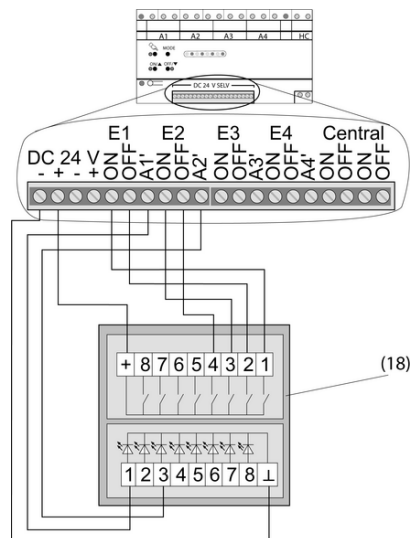
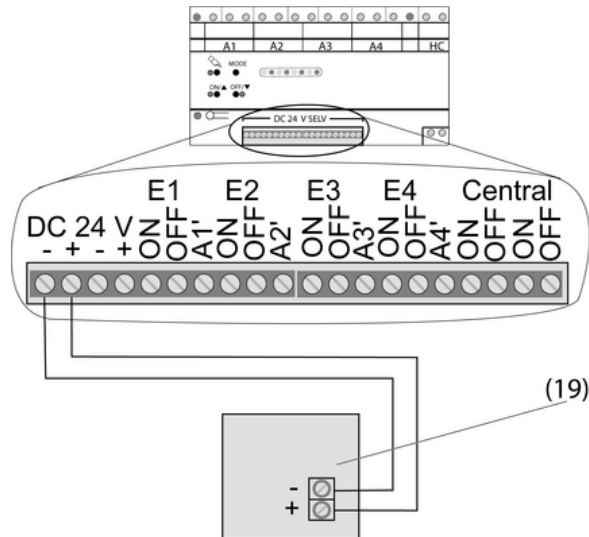
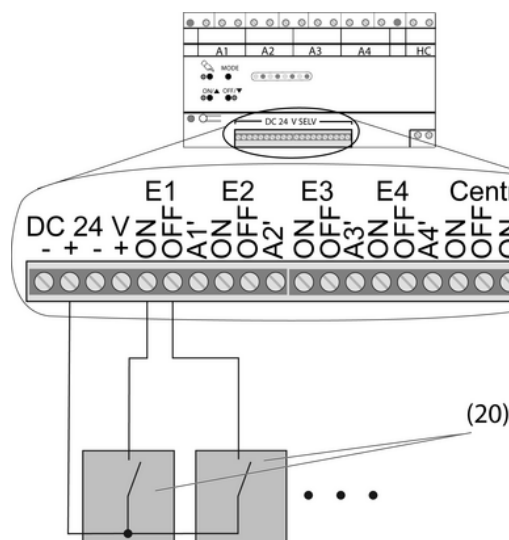

Bild 5: Anschlussbeispiel Tastsensor 24 V 4fach, Tastensor-Modul 24 V 4fach
Bild 6: Anschlussbeispiel Sensormodul oder Tastsensor-Modul
Bild 7: Anschlussbeispiel unbeleuchtete Installationstaster
- Bedienstelle gemäß Anschlussbeispiele anschließen (Bild 5), (Bild 6) oder (Bild 7).